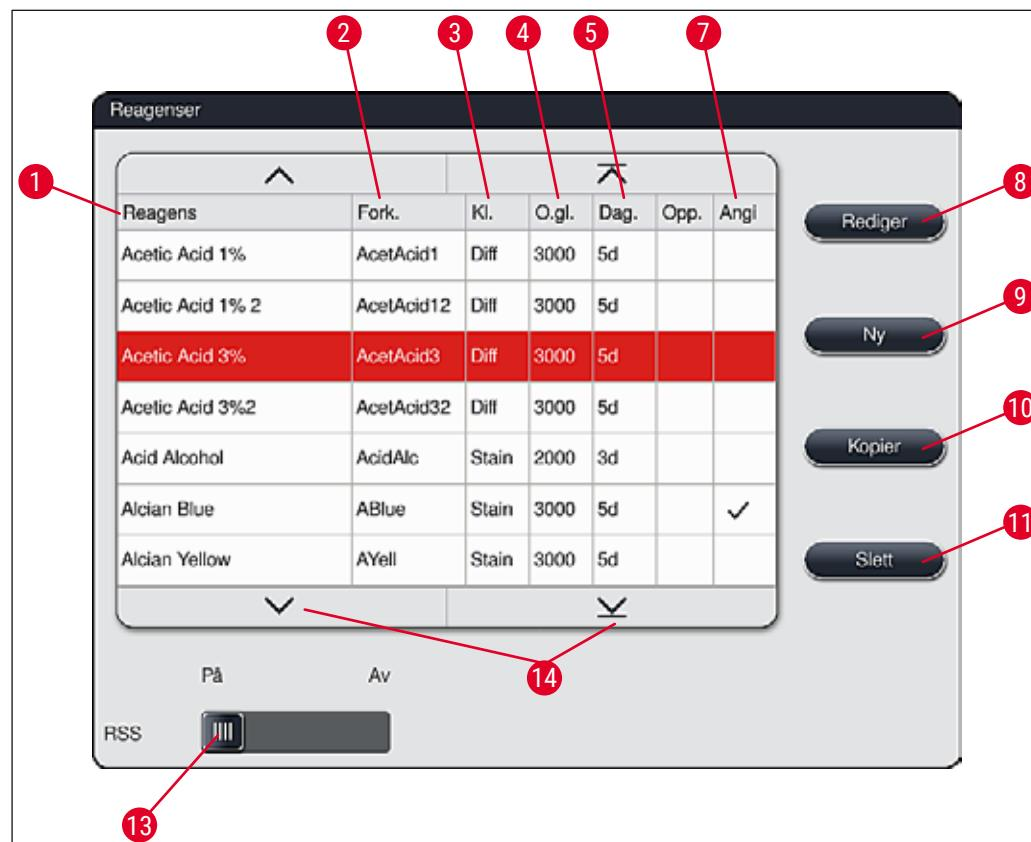

Fig. 35
- Trykk på reagensen du vil kopiere i reagenslisten (→ "Fig. 35"). Trykk deretter på **Kopier**-knappen (→ "Fig. 35-10").
- Trykk på reagensen du vil endre i reagenslisten (→ "Fig. 35"). Trykk deretter på Rediger-knappen (→ "Fig. 35-8").